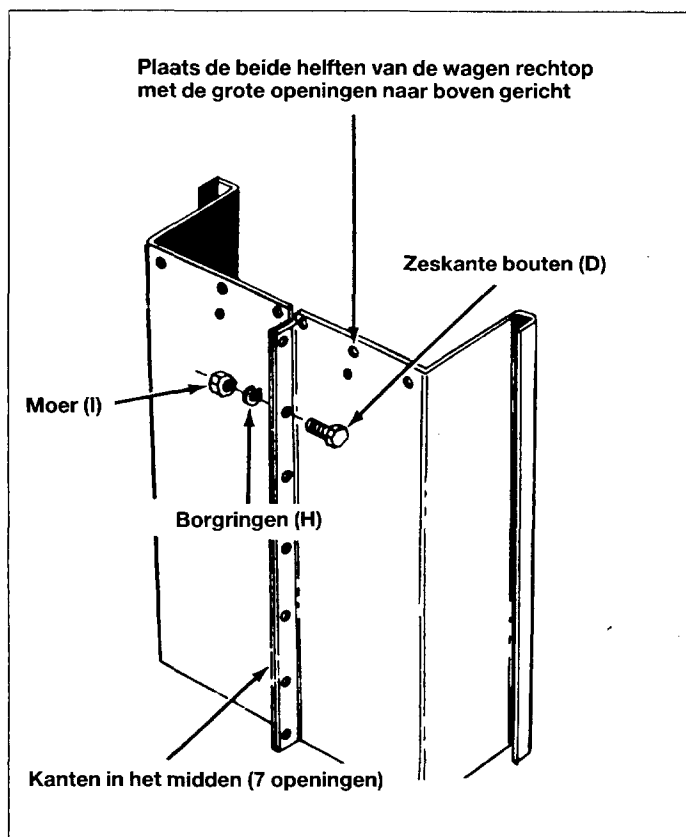

Fig. 3
3. Plaats de beide zijanten van de wagen (P en R) rechtop volgens fig. 3. Opgelet: Grote openingen naar boven.
4. Monteer de bouten (D), de borgringen (H) en de moeren (I) in de opstaande randen aan de zijanten van de wagen. Monteer alle 7 bouten. Deze niet aanhalen. Zie fig. 3 en onderstaande commentaar.